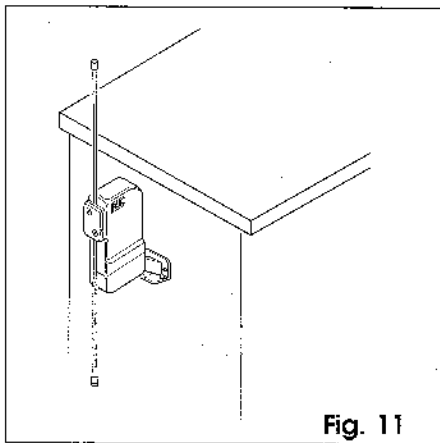

Fig. 11
- posizionamento a parete (fig. 11);